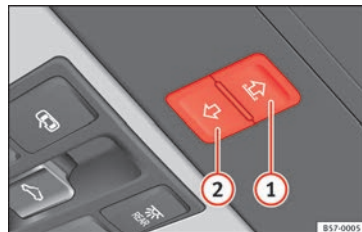

Fig. 137 Nel rivestimento interno del tetto: tasti della tendina parasole.
I tasti » fig. 137 ① e ② presentano due livelli. Nel primo livello è possibile aprire o chiudere la tendina parasole, completamente o parzialmente.
- *Tendina parasole*: prima che siano trascorsi 5 secondi dall'attivazione della pilotaggio, premere il tasto » fig. 137 ② finché la tendina non si sarà chiusa completamente.